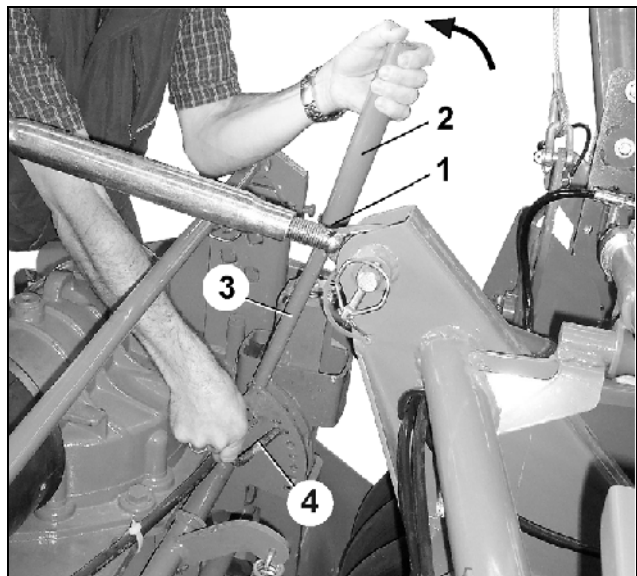

Fig. 105
- Klappstecker (Fig. 105/1) lösen
- Hebelverlängerung (Fig. 105/2) von Hebel (Fig. 105/3) abziehen
- Hebelverlängerung drehen und mit Klappstecker an Hebel befestigen (Fig. 105).
- Durch Abstecken mit Bolzens (Fig. 105/4) in Lochgruppe die gewünschte Planierbalkenhöhe einstellen.